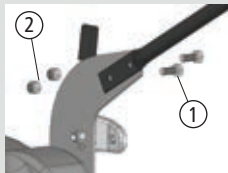

Fig. 06
Concluir a montagem encaixando os parafusos (1), fixando-os com as porcas (2), [Fig. 06].